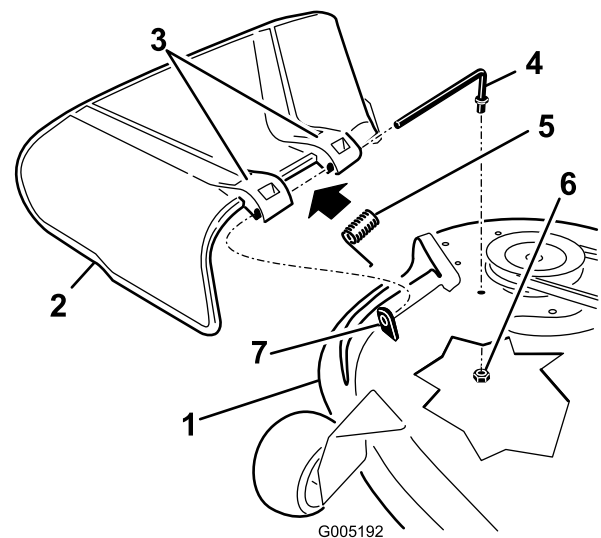

Bild 69
2. Nehmen Sie die Mutter (3/8 Zoll) aus der Stange unter dem Mähwerk ab (Bild 69).
3. Schieben Sie die Stange aus dem kurzen Vorsprung, der Feder und dem Ablenkblech (Bild 69). Entfernen Sie defekte oder abgenutzte Ablenkbleche.
4. Montieren Sie das Ablenkblech (Bild 69).
6. Setzen Sie die Feder mit den Enddrähten nach unten auf die Stange, zwischen die Ablenkblechhalterungen. Schieben Sie die Stange durch die zweite Halterung am Grasablenkblech (Bild 69).
7. Schieben Sie die Stange vorne am Ablenkblech in den kurzen Vorsprung am Mähwerk. Befestigen Sie das hintere Stangenende mit einer Mutter (3/8 Zoll) am Mähwerk (Bild 69).
1. Machen Sie die in Bild 69 gezeigten Teile ausfindig.